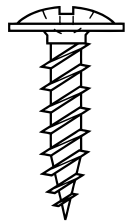

Рис. 1
2. В монтаже можно использовать только саморезы ПШ (саморез с прессшайбой) (рис. 1).